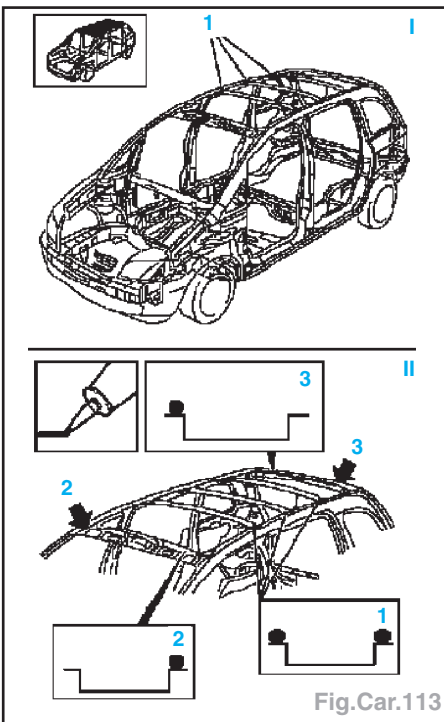

Fig.Car.113
- Appliquer de la colle PU pour vitrage (cordon de colle Ø 10 mm) (Fig.Car.113) :